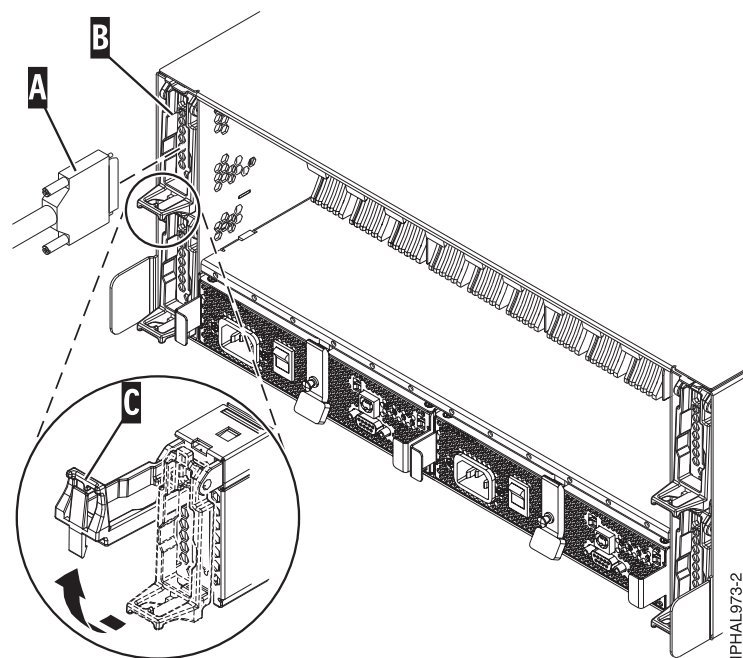
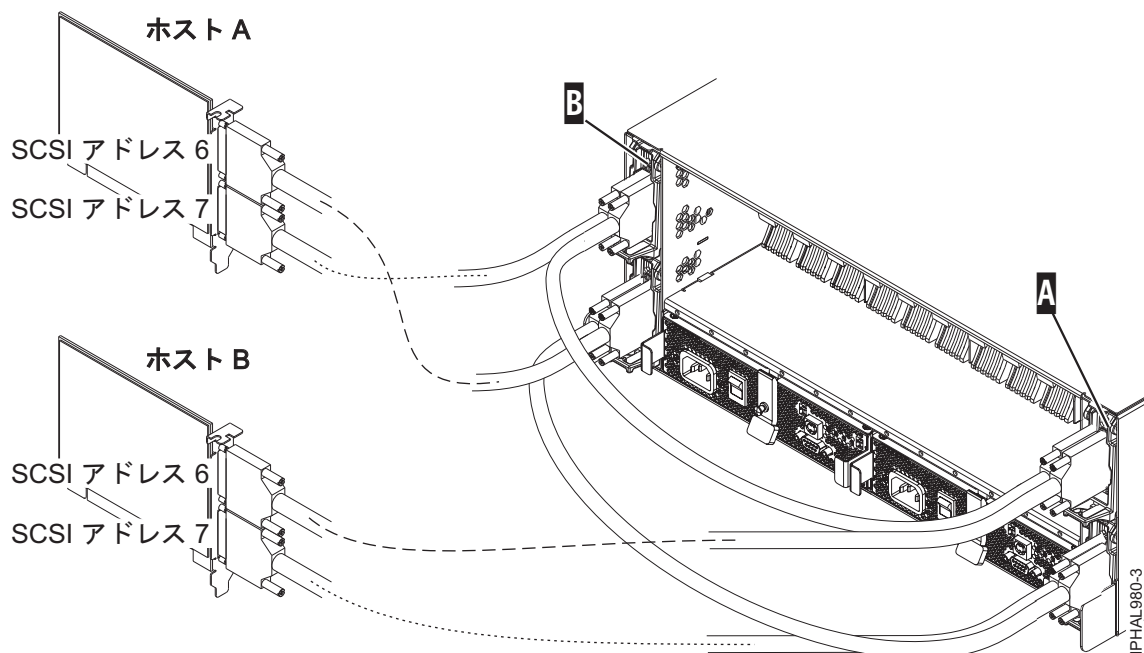
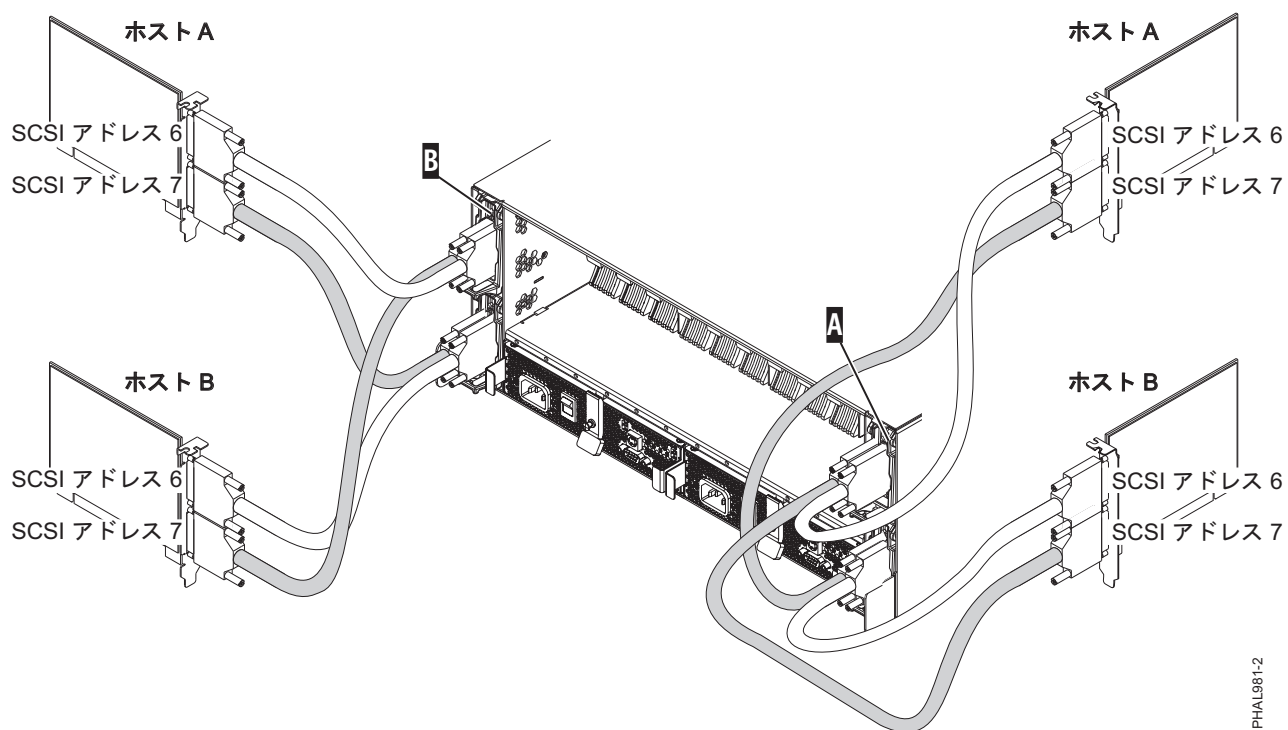

図 17. SCSI ケーブルからシングル・リピーター・カードへ
図 18. 2 枚の SCSI カードでデュアル・リピーター・カードに接続された SCSI ケーブル
図 19. 4 枚の SCSI カードでデュアル・リピーター・カードに接続された SCSI ケーブル
- シングル・リピーター・カードのみ、またはデュアル・リピーター・カードのみを使用する場合は、SCSI ケーブル (A) をイニシエーター・リピーター・カード (B) に接続します。 詳細については、それぞれの状況に応じて、図 17、66 ページの図 18、または 66 ページの図 19 を参照してください。